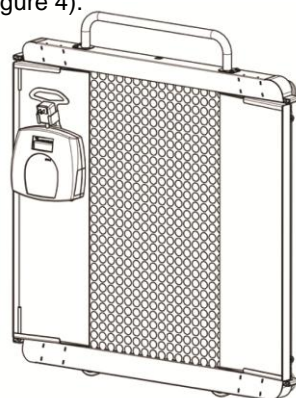

Figure 4
3. Relevez le pèse-personne sur l'un de ses côtés en tirant sur la poignée (C). Le pèse-personne est maintenant prêt à être déplacé, sur ses roulettes (cf. Figure 4).